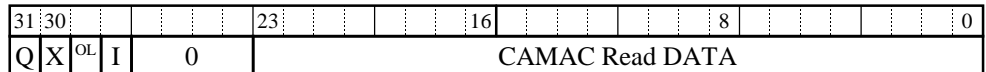

Abbildung 3 CAMAC Status Word
3. Beim CAMAC READ oder CAMAC FUNCTION wird mit der kodierten Adresse ein Lesebefehl ausgeführt. Man erhält damit sofort das CAMAC Daten Wort mit den XQ Status Bits (siehe **Abbildung 3**). Wenn F16 1 und F8 0 ist (CAMAC WRITE), wird F16 auf 0 gesetzt (CAMAC READ).